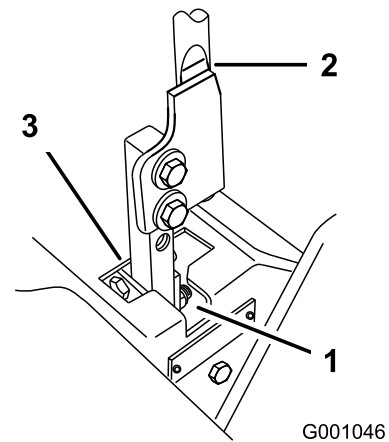

Figura 93
5. Mettete la leva in folle, senza bloccarla (Figura 93).
6. Tirate indietro la leva fino a quando il perno con testa (sul braccio sotto l'albero di articolazione) non viene a contatto con l'estremità della scanalatura (iniziando appena a mettere sotto pressione la molla) come illustrato nella Figura 93.
7. Controllate dove la leva di controllo corrisponde alla tacca nella consolle (Figura 93).